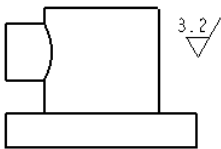

图 5.7.8 选取“无引线”命令
- **No Leader (无引线)**：粗糙度符号无引线引导，且没有依附于任何图元，如图 5.7.8 所示。选择该命令后，系统将弹出 **GET POINT (获得点)** 菜单，在该菜单中可设置放置点的放置类型。